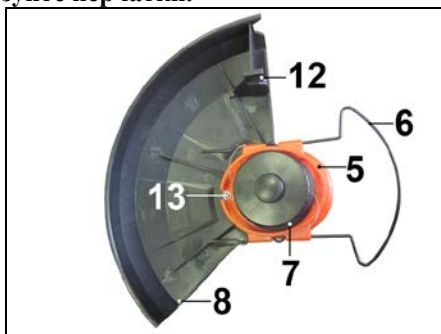

Рисунок 3.
6.1. Установка защитного кожуха (Рисунок 3)
6.2. Установка упора (Рисунок 3)